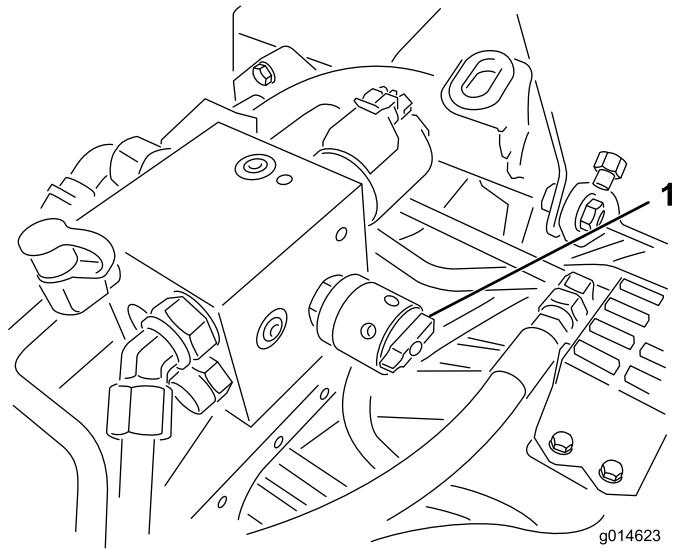

Bild 60
6. Drehen Sie den Spindeldrehzahlregler auf die Einstellung 1 (Bild 60).
4. Drehen Sie zum Einstellen der Spindeldrehzahl das Handrad (Bild 60), bis die Anzeigepfeile auf die Nummer zeigen, die der gewünschten Einstellung entspricht, die Sie in Schritt 3 ermittelt haben.